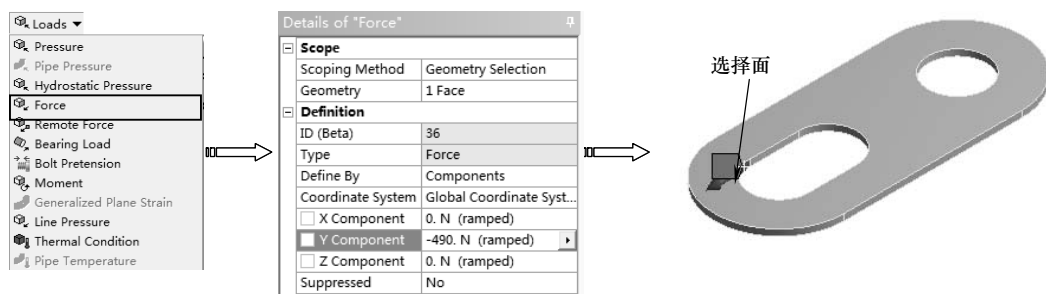

图 12-30 施加力
3) 单击【Environment】工具栏上的【Loads】|【Force】命令, 单击【图形】工具栏上的选择模式下的【Single Select (单选)】按钮 , 然后再单击【Face (选择面)】按钮 , 在【Details of “Force”】列表中单击【Scope】选项下的【Scoping Method】项, 选择图 12-30 所示圆柱面, 单击【Geometry】项中的【Apply】按钮, 在【Y Component】文本框中输入-490, 如图 12-30 所示。